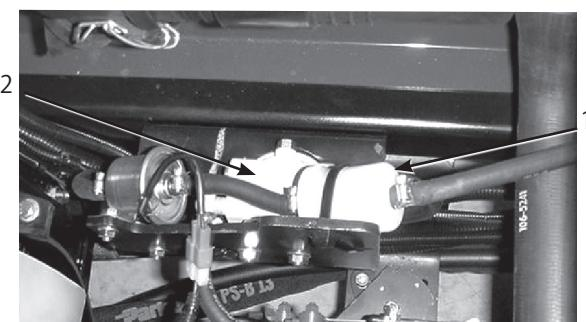

図39
- 古いフィルタのクランプ(図39)をゆるめて脇に寄せる(Fig. 39)。